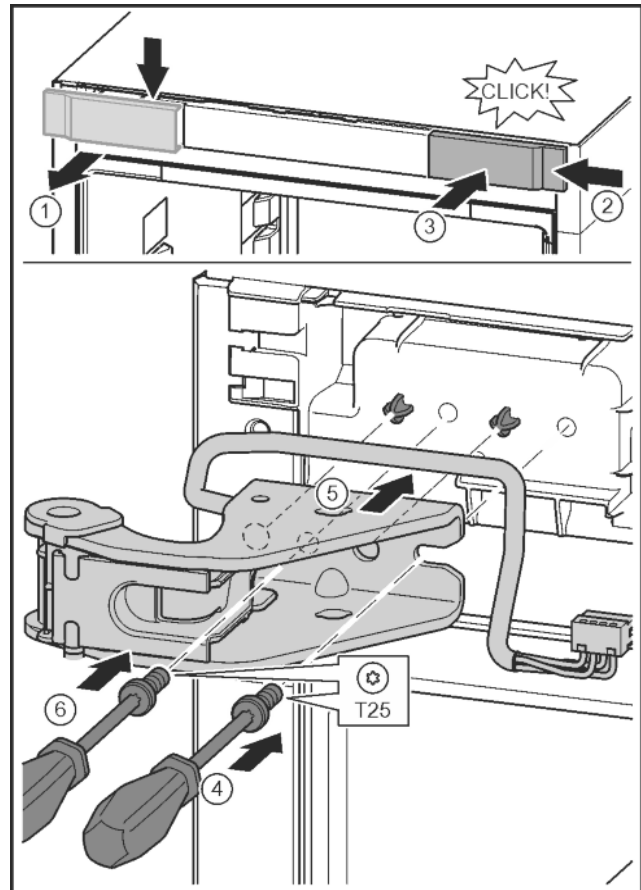

Fig. 24
- ▶ Отпустить крышку и снять скобу. Fig. 24 (1)
- ▶ Навесить крышку, повернув ее на 180°, справа с другой стороны. Fig. 24 (2)
- ▶ Крышку зафиксировать. Fig. 24 (3)
- ▶ Установить винт отверткой T25. Fig. 24 (4)
- ▶ Установить верхний опорный кронштейн. Fig. 24 (5)
- ▶ Затянуть винт. Fig. 24 (4)
- ▶ Вставить и затянуть винт отверткой T25. Fig. 24 (6)